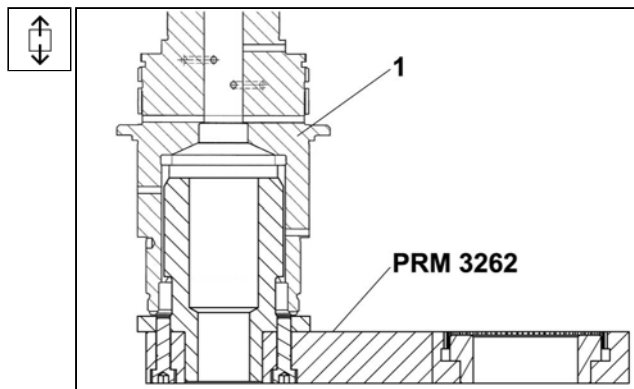

Рис. 4.23 Закрепление приводного вала в приспособление-1
10. Повернуть вал и вложить в приспособление **PRM 3262** (Смт. Рис. 4.23).